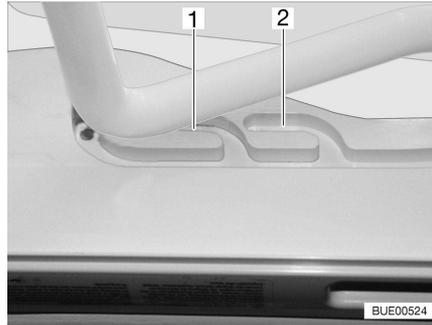
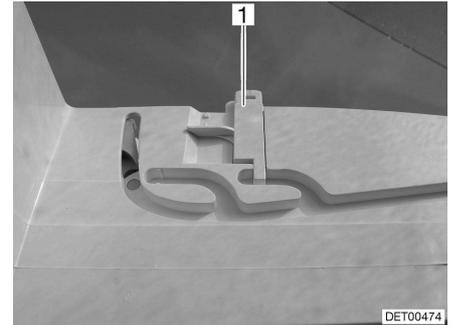

Fig. 36 Lanterneau Heki en position de ventilation
Fig. 37 Verrouillage position de ventilation
Il est possible d'amener le lanterneau Heki en deux positions de ventilation : Position pour mauvais temps (Fig. 36,1) et position intermédiaire (Fig. 36,2). Selon l'équipement, il est possible de verrouiller le lanterneau en position intermédiaire avec les deux verrous (Fig. 37,1) à gauche et à droite du cadre du lanterneau.
- Pousser légèrement l'étrier vers le haut, le pousser dans la glissière choisie (Fig. 36,1 ou 2) et le verrouiller si nécessaire.